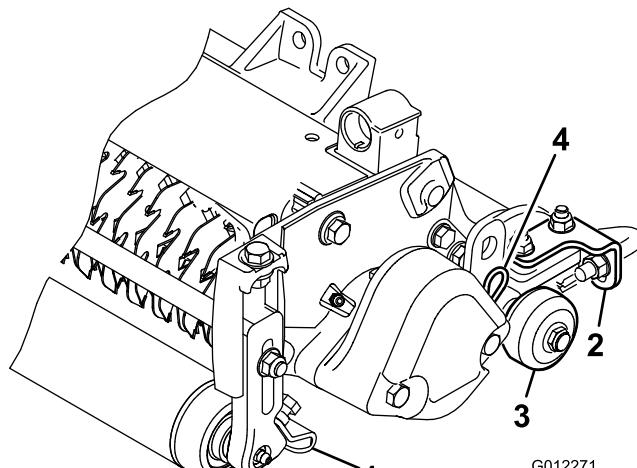

図 6
- ローラ・スクレーパを固定しているフランジ・ナットをゆるめる(図 6)。
整備場の床にバーチカッターを降ろすときやトラクションユニットから外して床に置く場合には、ブレードが床にあたって破損しないよう、必ず移動用ローラを降ろしてください（図 6）。